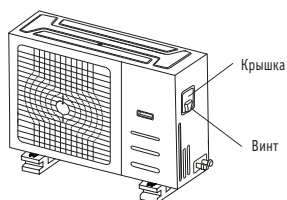

Рис. 8.1
- 2. Снимите крышку распределительной коробки наружного блока. Если на вашей модели нет такой крышки, отверните винты на сервисной панели и снимите с нее кожух (см. рис. 8.1, 8.2).